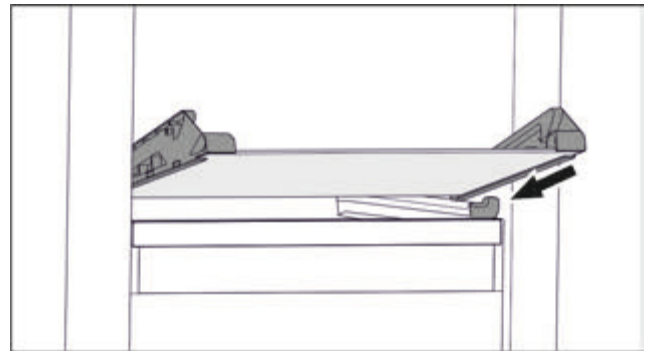

Fig. 93 Скляна пластина відкидного висувного ящика
- ▶ Встановити скляну пластину за стопорами навкоси. (див. Fig. 93)